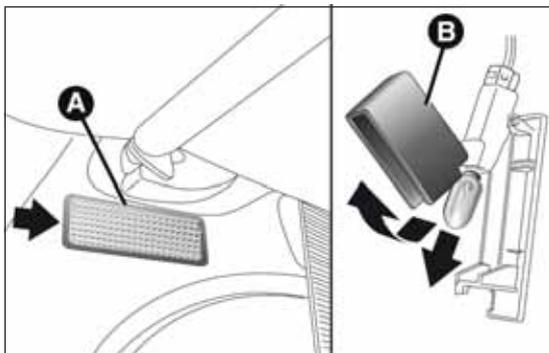

fig. 44
- abrir el maletero y extraer el plafón A fig. 44 actuando en el punto que indica la flecha;